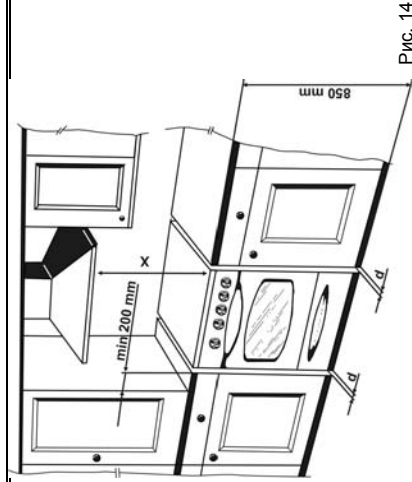

Рис. 14
- Для обеспечения безопасности при пользовании плитой необходимо выдерживать расстояния от плиты до стен (мебели и т.п., см. рис. 14) в соответствии со следующими условиями: